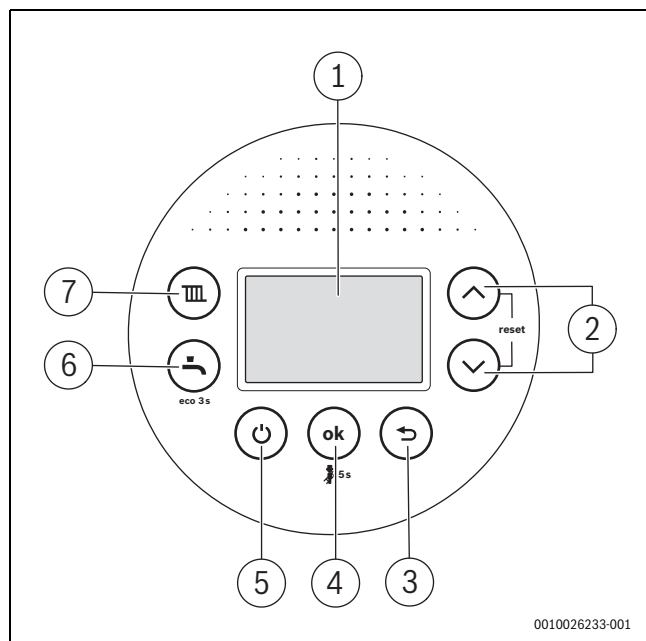

Fig. 77 Aperçu du tableau de commande
Après la mise en service, la touche ⏻ (→ fig. 77, [5]) démarre ou arrête simultanément le chauffage et la production d'eau chaude sanitaire via la chaudière murale à condensation, sans interrompre l'alimentation électrique.
- En fonctionnement normal, désactiver l'appareil avec la touche ⏻ (→ fig. 77, [5]).